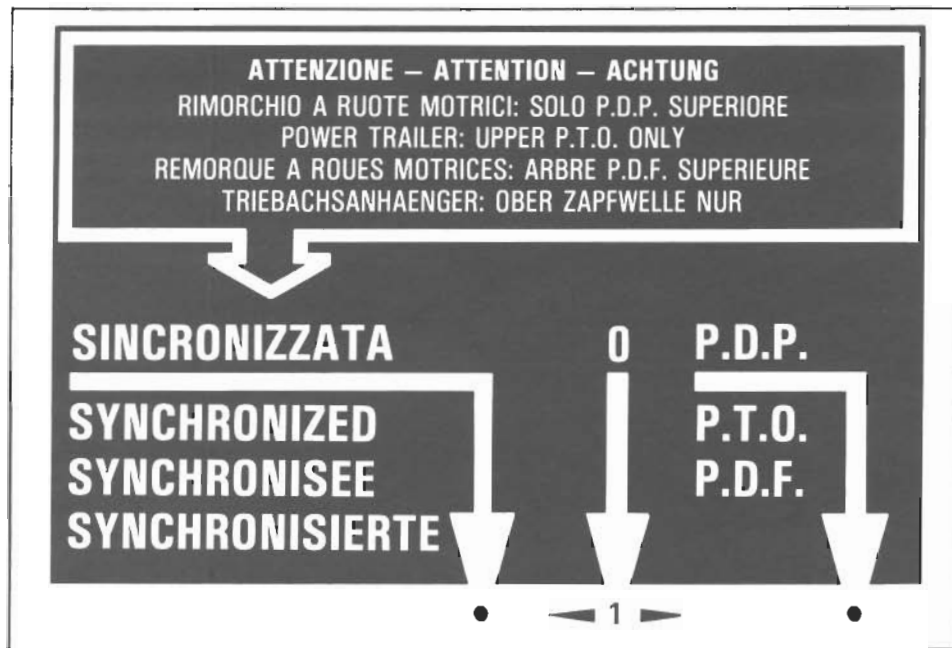

Fig. 8/a - Bild 8/a
Die Kraftübertragung auf diese Zapfwelle erfolgt direkt vom Motor aus, hinter der Kupplung, weshalb die Zapfwellendrehzahl nur mit der Motordrehzahl verbunden ist. Die Drehrichtung der Zapfwelle bleibt auch im Rückwärtsgang unverändert. Ein Steuerhebel mit 2 Stellungen ermöglicht die Vorwahl von 2 verschiedenen Untersetzungsverhältnissen für die Zapfwelle (siehe Bild 8). Diese Zapfwelle dient zum Antrieb von Geräten oder Arbeitsmaschinen.
2. Die Zapfwelle durch Einlegen des betreffenden Steuerhebels (Bild 8, Detail 1) in Stellung 540 (langsam) oder 900 (schnell) in die gewünschte Drehzahl einschalten. Sich vergewissern, dass der Steuerhebel einwandfrei eingeschaltet ist.
La presa di potenza superiore ha le stesse caratteristiche della presa di potenza inferiore. Una leva di comando a tre posizioni consente di selezionare i diversi impieghi della p.d.p. (vedere la fig. 8/a).
- a) **Collegamento attrezzi**, operare come descritto nei punti 1 e 2 precedenti, portare la leva (fig. 8/a, part. 1) in posizione P.D.P. e quindi seguire la procedura dei punti 3 e 4 precedenti.
- b) **Collegamento rimorchi a ruote motrici**, premere il pedale della frizione e arrestare la trattoria, portare la leva (fig. 8/a, part. 1) in posizione "SINCRONIZZATA" e la leva (fig. 8, part. 1) in posizione di folle. Rilasciare gradualmente il pedale della frizione.
The top power take-off features are the same as those of the bottom power take-off. A 3-position control lever is provided for the selection of the different uses of the p.t.o. (see fig. 8/a).
- "P.t.o." position, connection of implements. It makes the same revolutions as the bottom p.t.o. and the two rotation ranges are selected by control lever shown in figure 8.
a) **Connection of implements**, working sequence as described under items 1 and 2; bring lever (fig. 8/a, part. 1) to P.T.O. position then follow steps laid down under items 3 and 4.
b) **Connection of driving-wheeled trailers**, depress clutch pedal and stop the tractor, bring lever (fig. 8/a, part. 1) to "Synchronmeshgeared position" and lever (fig. 8, part. 1) to the neutral position. Gently release clutch pedal.
La prise de force dessus présente des caractéristiques égales à la prise de force moteur. Un levier de commande à trois positions permet la sélection des divers emplois de la p.d.f. (voir fig. 8/a).